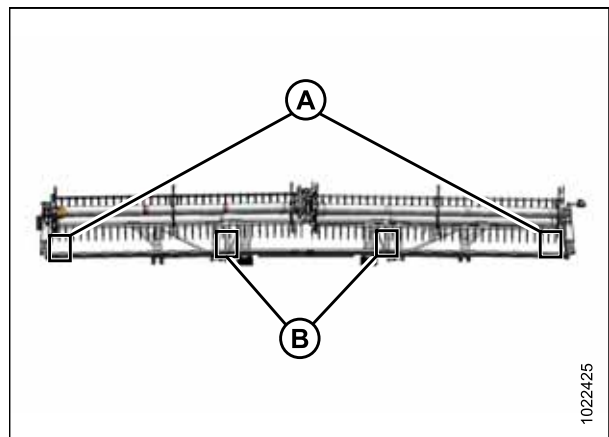

Figura 5.210: Lugares de medición
8. Mida el espacio libre (X) entre los puntos (C) y (D) en los extremos de cada molinete (A) y en las ubicaciones de flexión (B). (Consulte la figura 5.210, página 504 para ver las ubicaciones de medición)